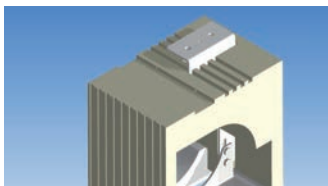

Bild 59
Schritt 5: Verbinden Sie den oberen Teil der Statikkonsole durch die dafür vorgesehenen Bohrungen im Rollladenkasten mit dem Sturz (Bild 59 - 60). Unter Umständen die Bohrung durch den unteren Dämmkeil des Rollladenkastens ansetzen. Das Bohrloch anschließend fachgerecht verschließen.